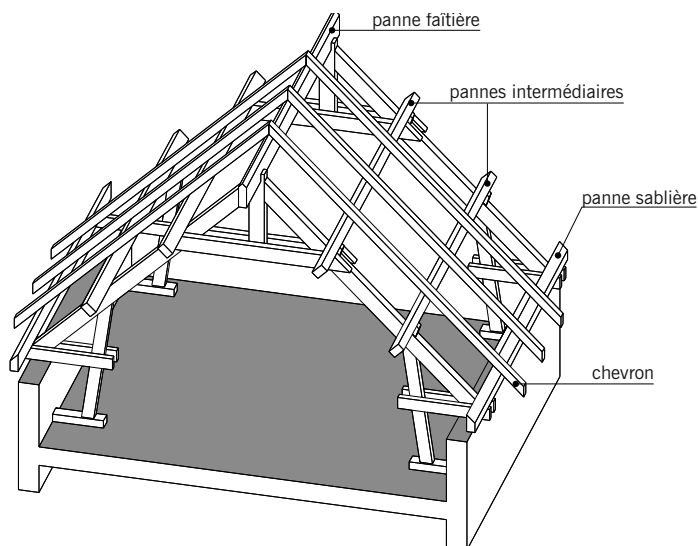

fig. 5.6
■ La **ferme à entrain retroussé** (fig. 5.6 et 5.7) : ferme particulière permettant l'habitabilité des combles (espaces délimités par les versants de toiture et le dernier plancher).